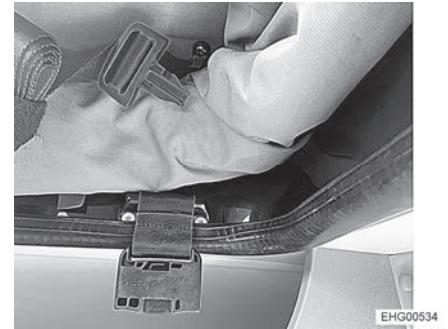

Bild 79 Gurtschloss, geöffnet
- Beide Gurtschlösser (Bild 79) schließen und festziehen.